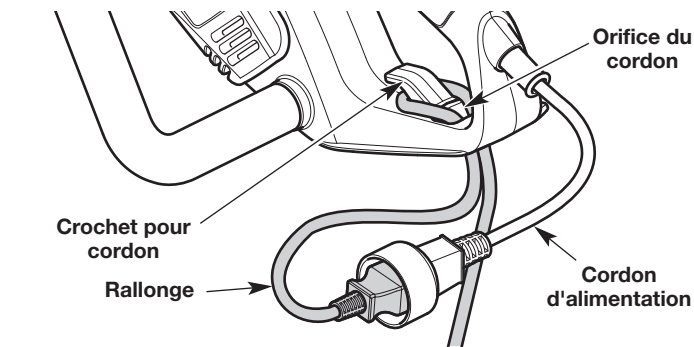

Fig. 5
1. Brancher le cordon d'alimentation dans la rallonge (Fig. 5).
3. Pousser le cordon en boucle à travers l'orifice du cordon (Fig. 5).
4. Placer la boucle sur le crochet du cordon (Fig. 5). Tirer doucement sur la boucle pour fixer le cordon en place.
2. Débrancher le cordon d'alimentation de la rallonge (Fig. 5).
3. Retirer le cordon en boucle du crochet de cordon et de l'orifice de cordon (Fig. 5).